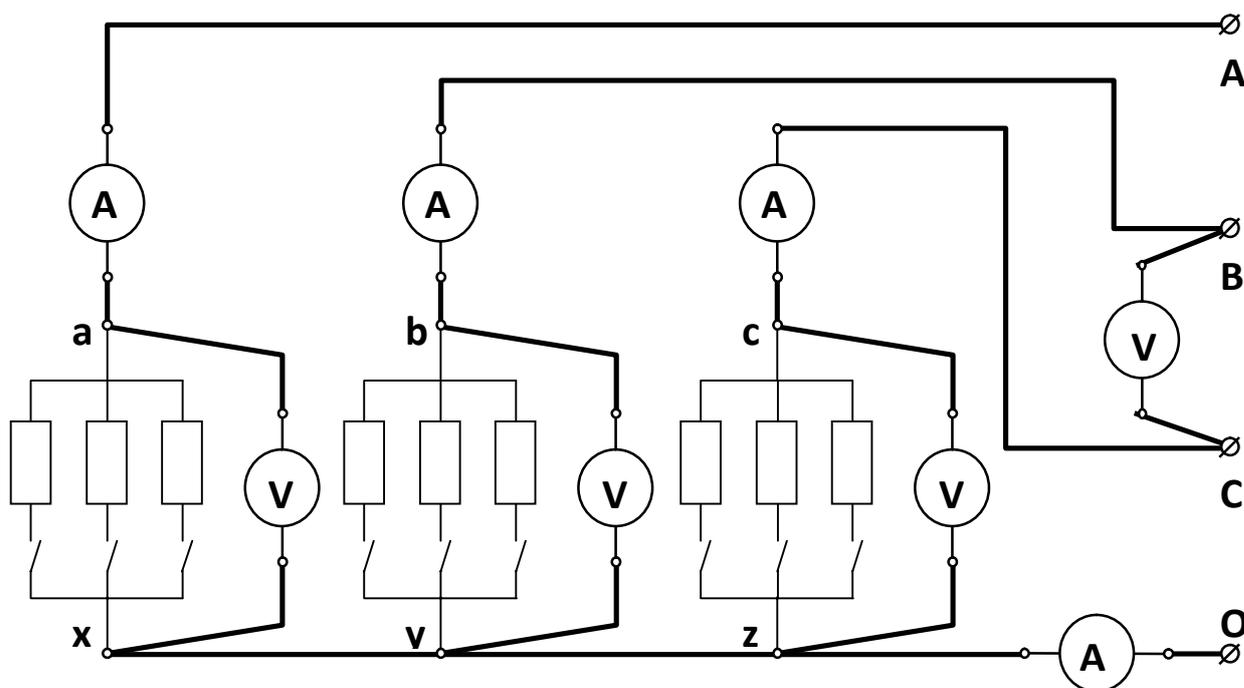

Рис. 3.3. Схема экспериментального приемника, включенного по схеме “звезда с нейтральным проводом”
1. Соберите цепь, изображенную на рис.3.3.
10. В экспериментальной схеме (рис. 3.3.) отключите нейтральный провод, соединяющий точки  $z$  и  $0$ .